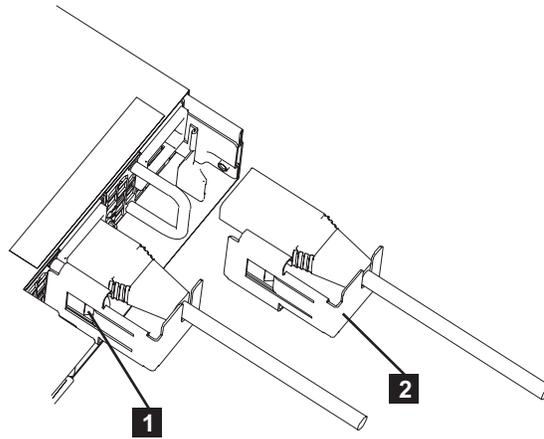

図28. SAN ボリューム・コントローラー 2145-CF8 ケーブル保持ブラケット
SAN ボリューム・コントローラー 2145-CF8 は、工具のいらない 2 つのケーブル保持ブラケットを使用しています。47 ページの図 28 に示すように、無停電電源装置から 2 つの SAN ボリューム・コントローラー 2145-CF8 電源機構の 1 つへの各ケーブルを保持するために 1 つずつ使用されます。
4. 電源コード上のケーブル保持ブラケットを位置合わせし、図28の**2**に示すように、ブラケットがコードの左側にあるようにします。